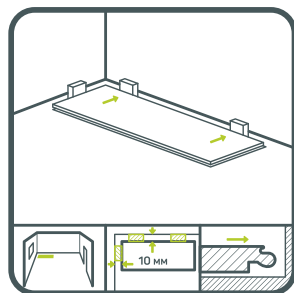

рис. 1
- 8.1.1 Установить расширительные клинья на расстояние 10 мм между неподвижными элементами (стены, трубы, колонны, тяжелая корпусная мебель, а также в дверных и межкомнатных проемах и т.п.) и ламинированного пола SPC. Уложить первую планку в левом углу (см. рис. 1).